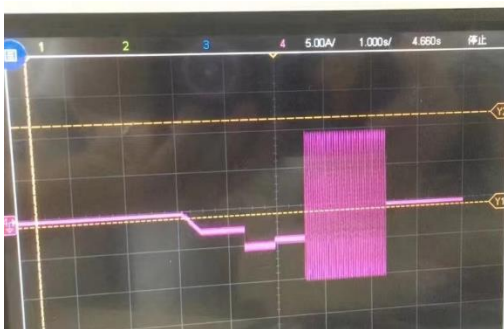
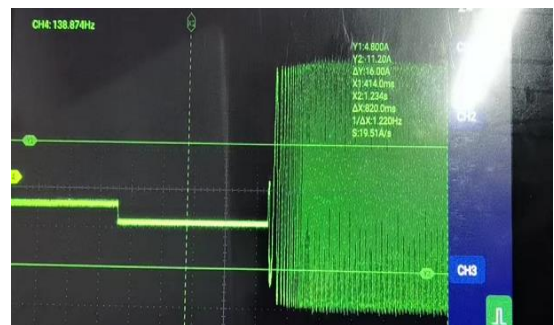

图 4-1 启动失败波形
图 4-2 速度失控
- 可能伴随电机抖动、电机转速拉满、如图 4-1、图 4-2 所示的启动波形缩小后类似矩形等；